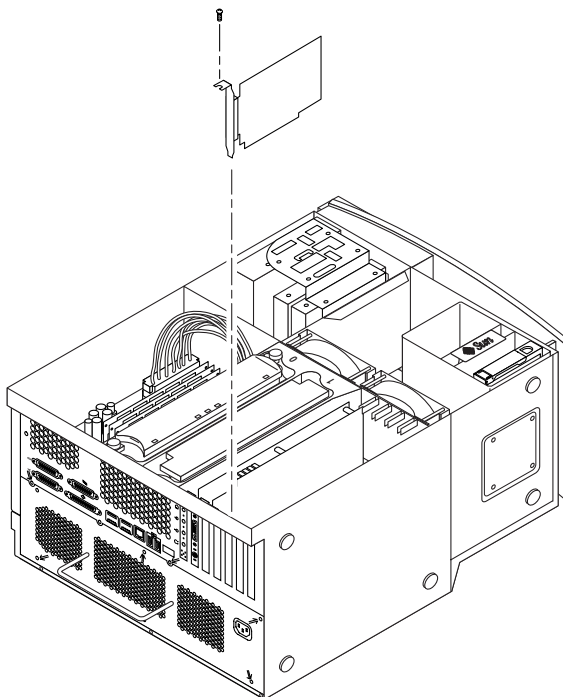

FIGURA 12 Instalación de tarjetas PCI y gráficas
2. Utilice un destornillador de estrella N°2 para extraer el panel de relleno de metal de una ranura de tarjeta vacía del panel trasero del chasis (consulte la FIGURA 12).